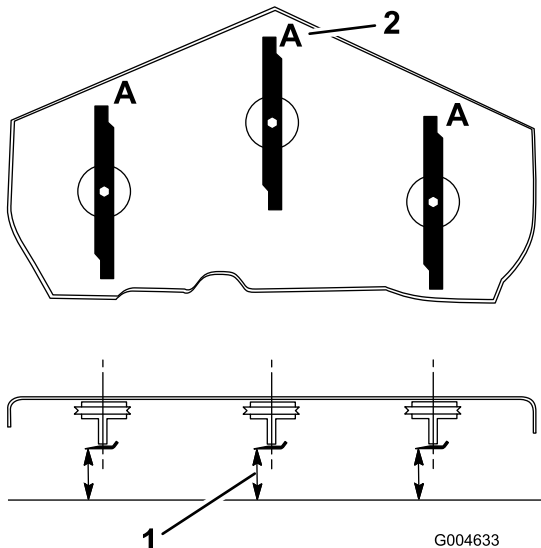

Figure 72
3. Tournez les lames dans le sens longitudinal (Figure 72). Mesurez la distance entre la surface plane et le tranchant (position A) des lames (Figure 72). Notez cette valeur.